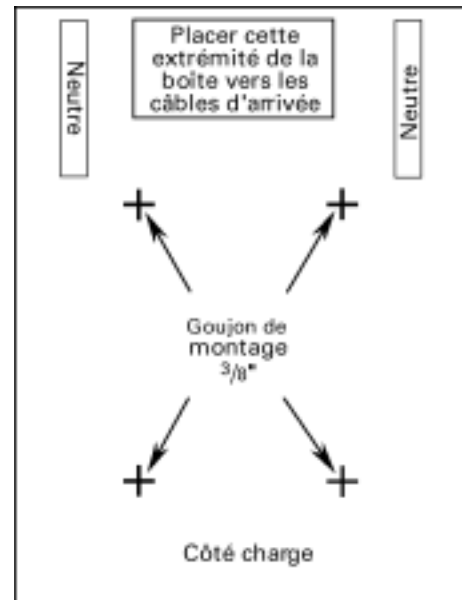

Figure 4. Boîte de panneau.
3. Faire concorder les goujons de montage de fixation avec les trous de montage de l'intérieur du panneau. (Voir Figure 4). Monter l'intérieur de sorte que le côté ligne de l'intérieur soit à l'extrémité ligne de la boîte.